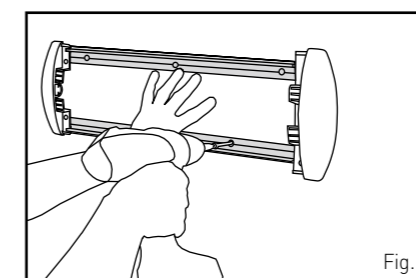

Fig. 3
- Mesurer la longueur entre chaque embout ou angle puis découper le rail en utilisant une scie radiale. Percer le rail au niveau des rainures en commençant à 20 mm du bord puis espacer les trous de 750 mm maximum. Placer les rails sur les repères du mur puis repérer chaque trou sur le mur. Percer et cheviller le mur puis fixer les rails sur le mur. (Cf. Fig.3)